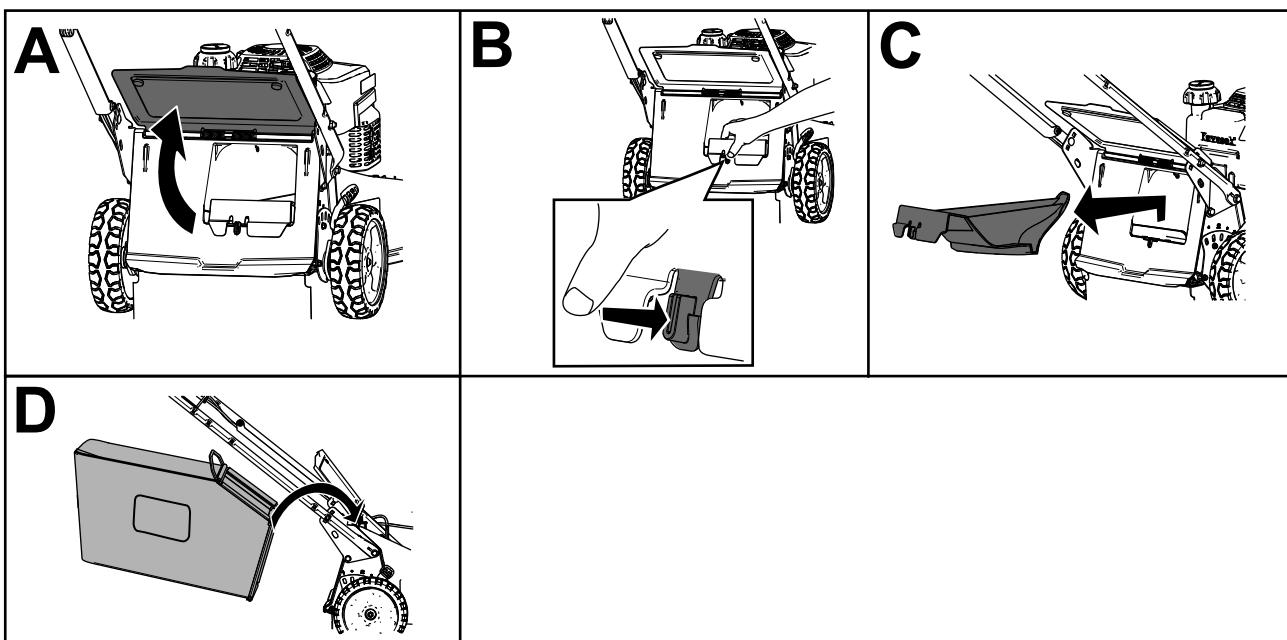

Figura 20
2. Sollevate il deflettore posteriore e tenetelo sollevato (A di Figura 20).
3. Rimuovete il coperchio di scarico posteriore premendo il fermo con il pollice ed estraendo il coperchio dalla macchina (B e C di Figura 20).
- Installate le estremità dell'asta del cesto nelle tacche alla base della stegola e spostate il cesto avanti e indietro per accertare che le estremità dell'asta del cesto siano posizionate in fondo a entrambe le tacche (D di Figura 20).